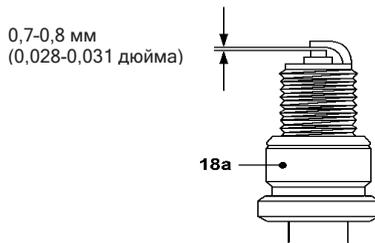

Рис. 32
6. Проверьте зазор свечи зажигания. Он должен составлять 0,7-0,8 мм (рис. 32).
8. При замене свечи зажигания (18а) сначала туго завинтите ее вручную, а затем слегка затяните с помощью ключа для свечей зажигания (34).